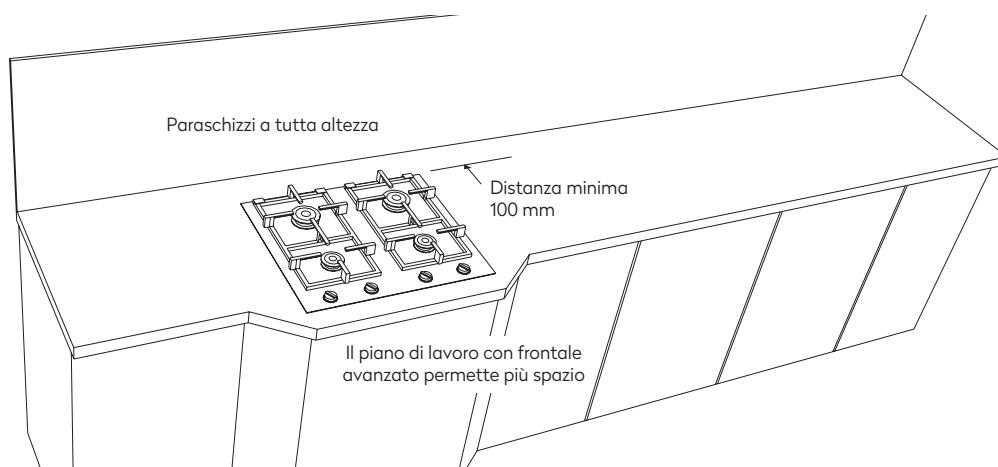

Figura C-2. Paraschizzi a tutta altezza
- Potrebbe essere necessario un design con frontale avanzato (come mostrato in Figura C-2) per fornire lo spazio necessario per posizionare il foro del piano cottura con lo spazio supplementare richiesto. Nel caso in cui non sia possibile realizzare il design con frontale avanzato, un materiale alternativo non combustibile potrebbe rappresentare un'altra opzione per il paraschizzi dietro il piano cottura.